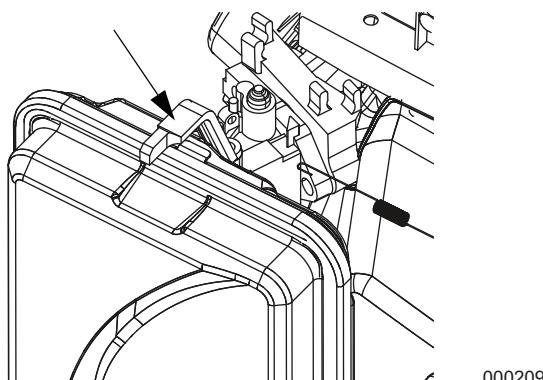

Figura 3-3. Posición del cebador
2. Mueva la palanca del cebador a la posición START (ARRANQUE) (izquierda) (Figura 3-3).